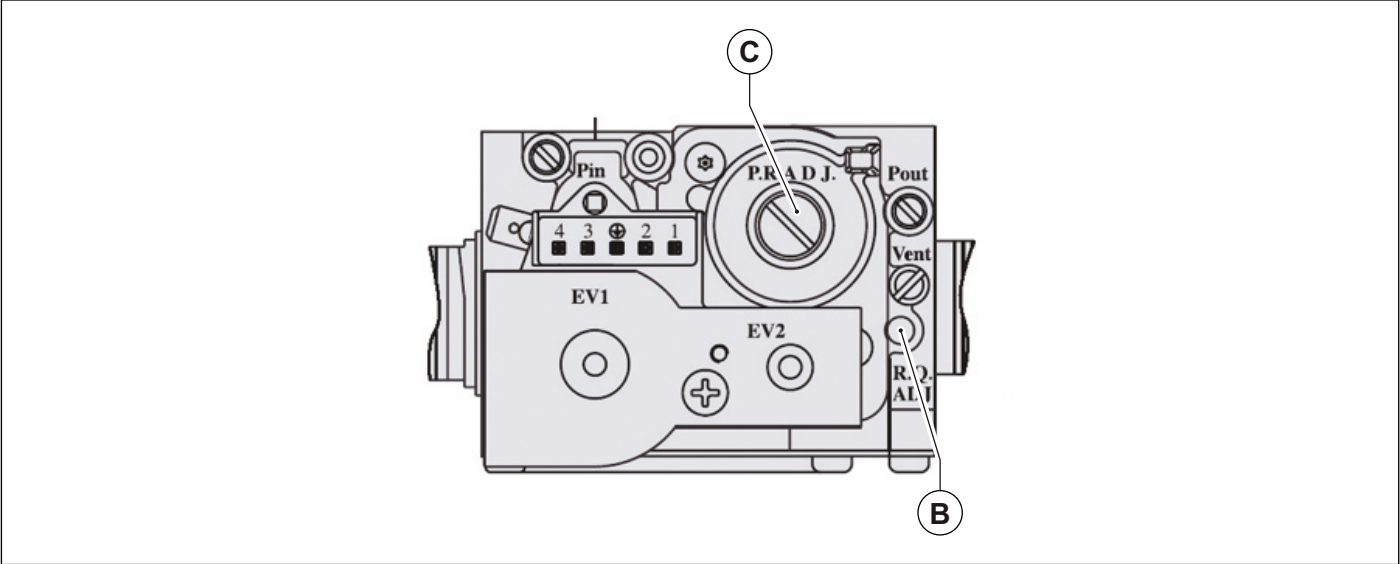

Abb. 34 Einstellen des Gas-Kombiventils
- Den CO2 Wert mit einem Abgasanalysegerät messen und anpassen, an der kleinen Einstellschraube **B** an dem Gas-Kombiventil einstellen (siehe Abb. 34 Einstellen des Gas-Kombiventils) die Abgaswerte überprüfen/anpassen, siehe Tab. 25 CO2- Werte. Das Gerät im Schornsteinfegerbetrieb belassen und zum nächsten Schritt „Einstellen der min. Brennerleistung“, übergehen.
- Den CO2-Wert mit einem Abgasanalysegerät messen und anpassen, die Einregulierung der Gasmenge min. findet an der großen Schraube **C** des Gas-Kombireglers statt, Grenzwerte (siehe Abb. 34 Einstellen des Gas-Kombiventils) die Abgaswerte überprüfen/anpassen, siehe Tab. 25 CO2- Werte.